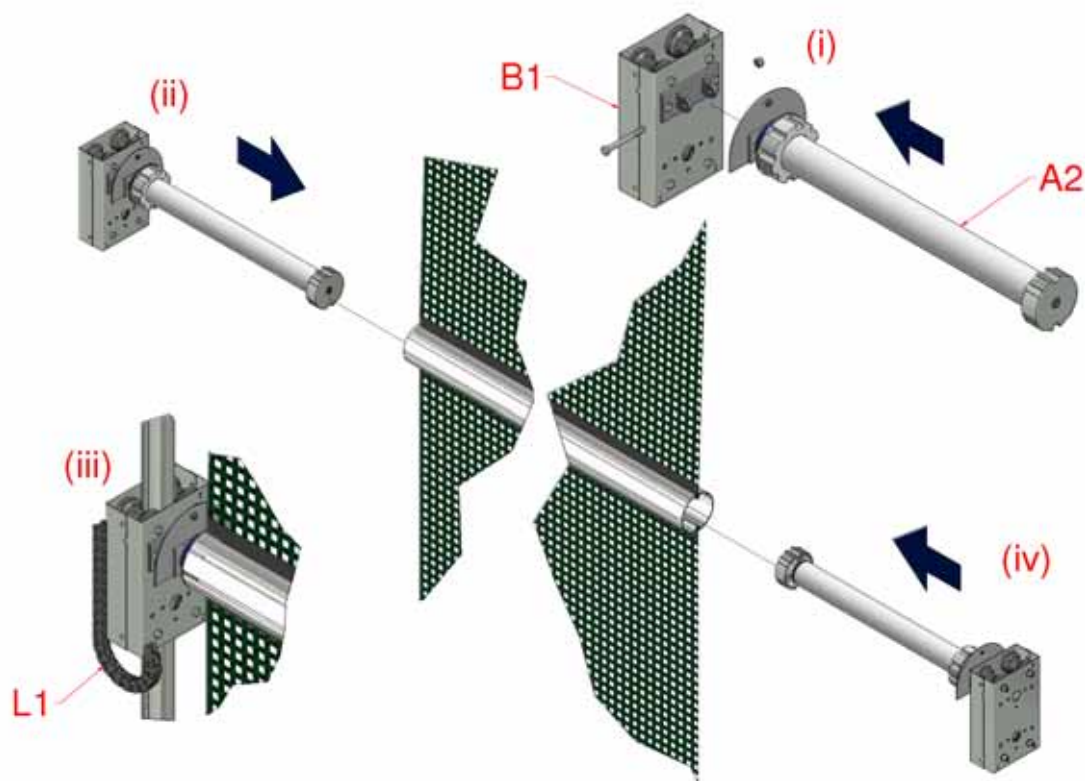

Abbildung 20, Doppelmotorantrieb und Fahrwerkskasten
4.7 Montieren Sie die Motoren (A2) mit den Schrauben und Nylon-Muttern der Größe M8x80 an den antriebsseitigen Fahrwerkskästen (B1) [siehe Abbildung 20(i)]. Bringen Sie die Halterungen für die Energiekette (L1) mit den Schrauben und Muttern der Größe M3x8 mm an den unteren äußeren Kanten der Fahrwerkskästen an. Schalten Sie den Motor kurz ein, bevor Sie den Motor am mittleren Rohr anbringen, um die Drehrichtung zu überprüfen. Der Vorhang muss sich auf der Außenseite des oberen Segments aufrollen. Schieben Sie den vorher verkabelten Motor und Fahrwerkskasten in die Schaltkastenseite des mittleren Rohrs ein [siehe Abbildung 20(ii)].